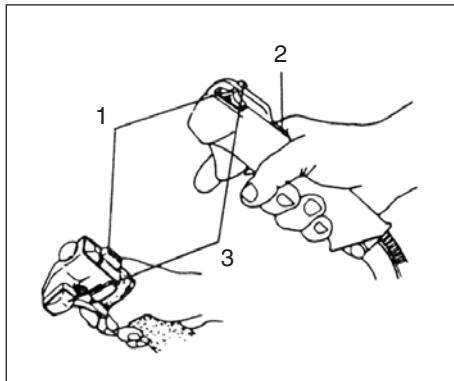

Fig.2-2
Avviamento (Fig. 2-2, 2B)
1. Spostare l'interruttore di spegnimento (1). (Fig. 2-2, 2B)
2. Premendo sul salvavita (2) (se la macchina ne è fornita), tirare la leva dell'acceleratore e premere il pulsante di bloccaggio acceleratore (3), quindi rilasciare lentamente prima la leva dell'acceleratore e poi il salvavita. La leva dell'acceleratore rimane così bloccata in posizione di avviamento. (Fig. 2-2, 2B)